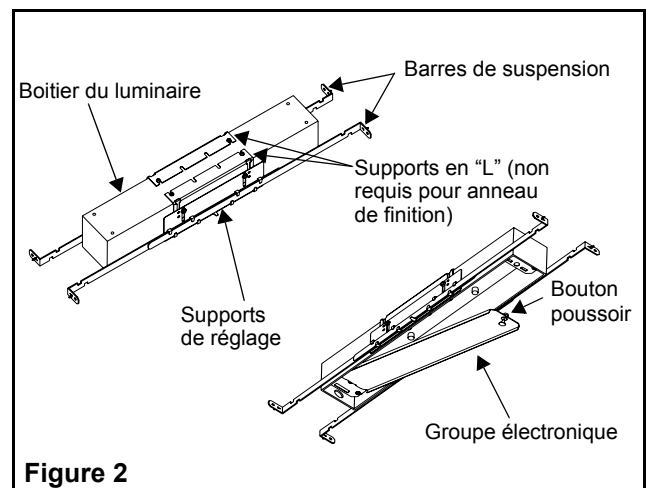

Figure 2
2. Installer les supports de fixation sur le boîtier. Installer les barres de suspension dans les supports de réglage (voir fig 2). Installer le boîtier de manière à ce que l'ouverture soit au niveau avec le plafond ou le mur.
7. Mettre en place le groupe électronique dans le boîtier en insérant les languettes situées à l'extrémité de la plaque dans les fentes rectangulaires du boîtier. Enfoncer le bouton poussoir dans l'œillet de retenue (voir fig. 2).